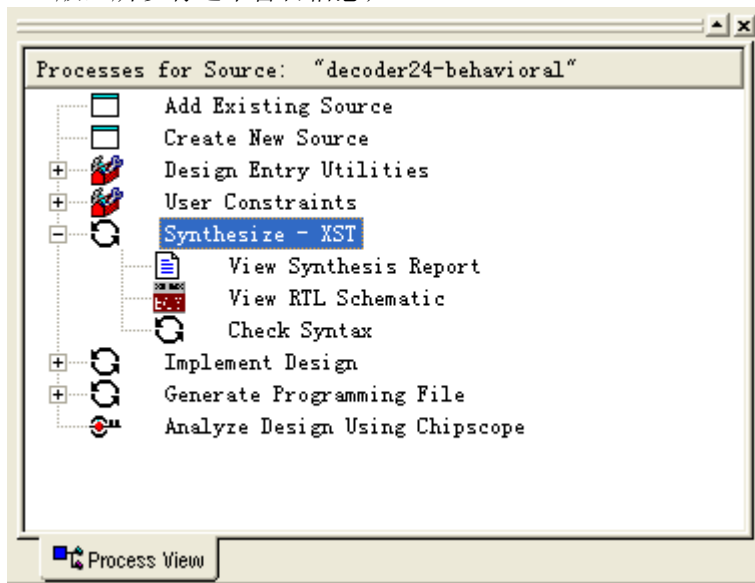
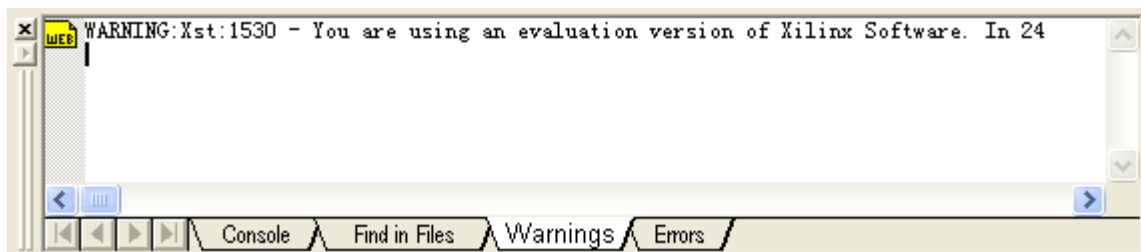

图 10-1-5 对当前工程中的资源文件进行操作
图 10-1-6 点击 Warnings 查看警告信息
- 4、 点击  保存所有文件，下面就开始综合我们的设计，看看有没有错误发生，我们在工程资源窗口（Sources in Project）中选中 top-behavioral (top.vhd)，然后在如图 10-1-5 所示的当前资源操作窗口（Processes for Source: “top-behavioral”）中，双击 Synthesize - XST，系统提示有一个警告，点击 Warnings 选项卡可以看到警告的内容为如图 10-1-6 所示的内容，因为我使用的 ISE6.1 是评估版，所以有这个警告信息；